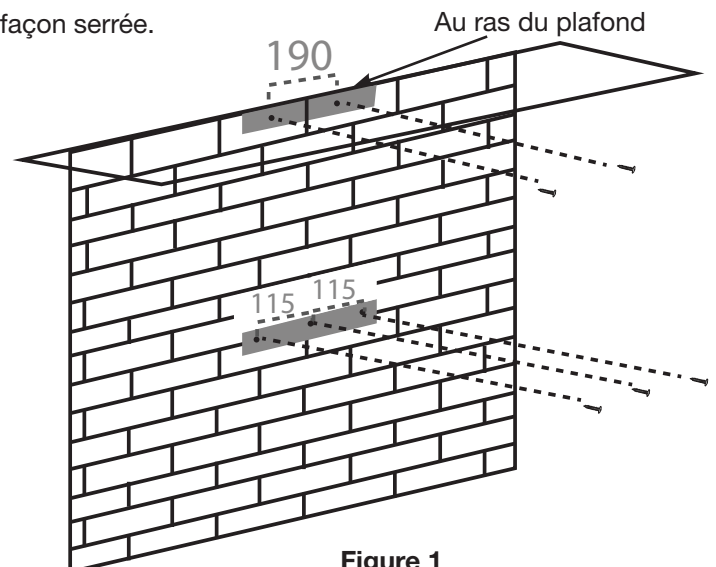

Figure 1
- La hotte sur le dessus du support (voir figure 1).
- Percez 2 trous selon la grandeur du support de montage. Le support de montage supérieur doit être positionné au ras du sommet de la cheminée à l'extérieur (voir figure 1).